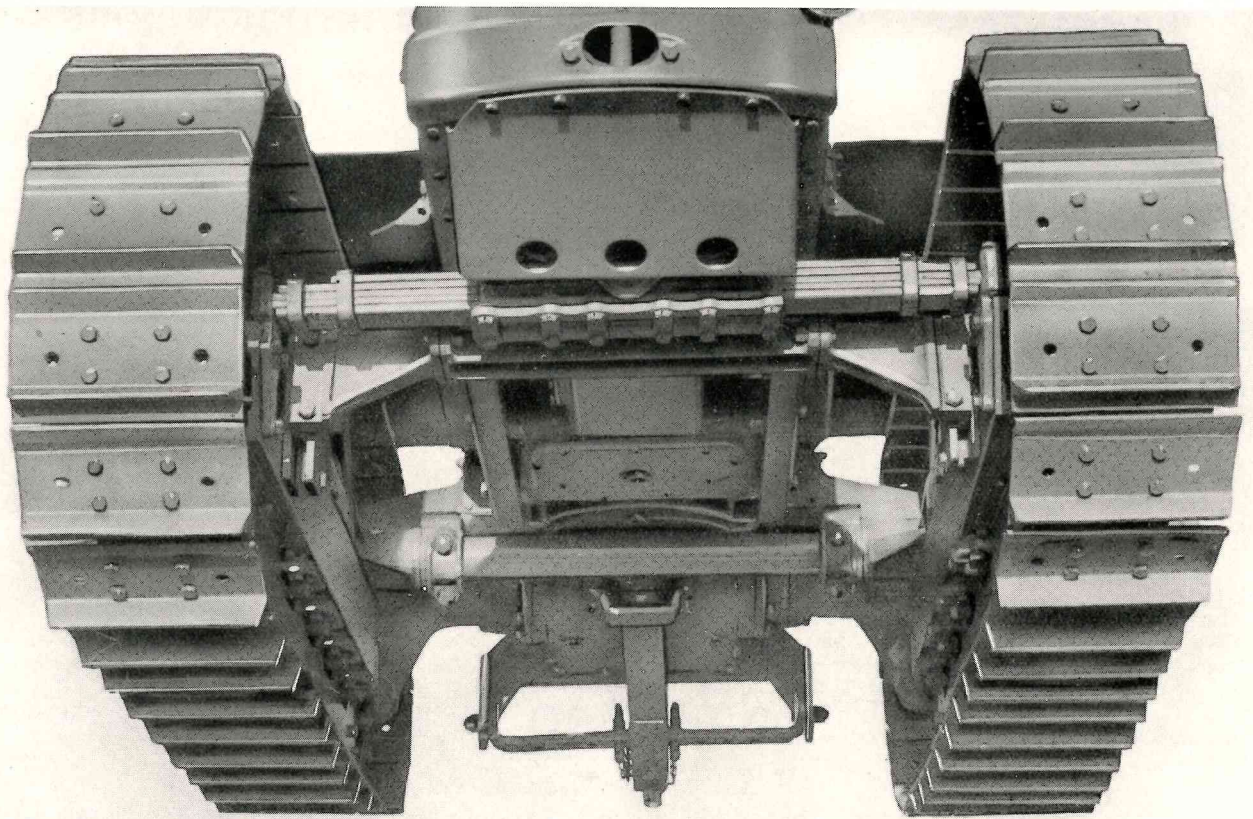

Fig. 186 - Barra di collegamento montata su trattore.
Controllare sui trattori **45 CI** (fig. 186) e sui **45 C** dotati di guide per barra di collegamento carrelli, lo stato di usura del tassello (1 fig. 179) e delle piastre di guida (2), sostituendo o piallando le superfici delle parti usurate.